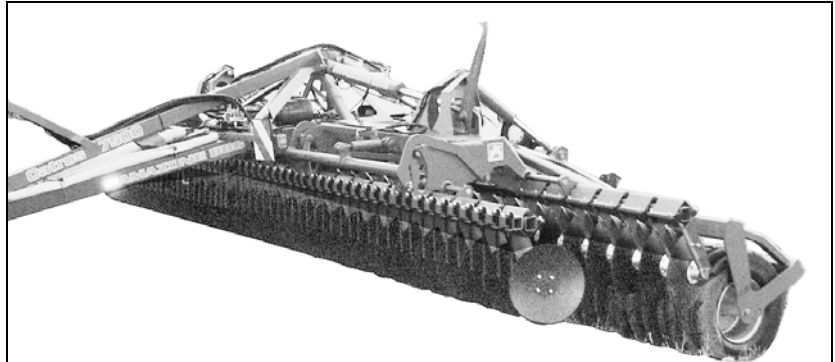

Bild 78
- Lyft ut båda tallriksraderna helt (Bild 78).